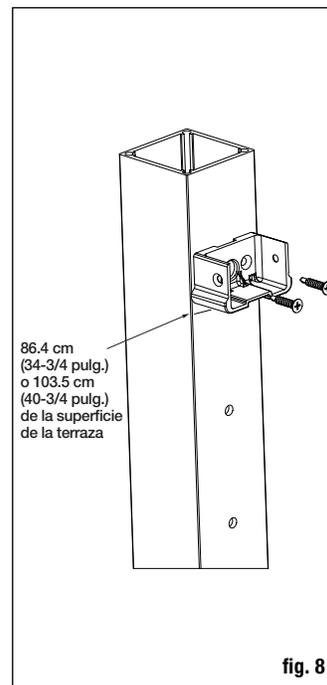
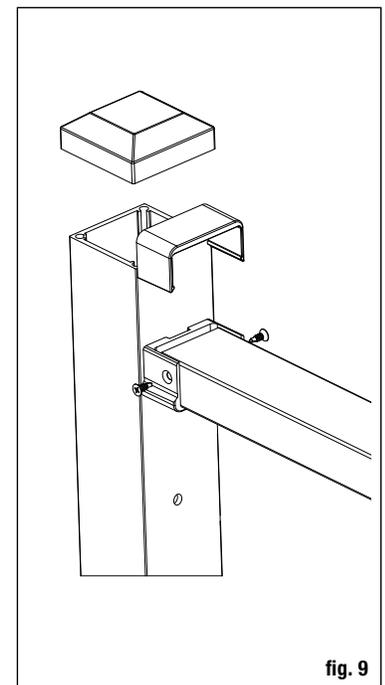

fig. 8
fig. 9
**Paso 7** Mida una altura de 86.4 cm (34-3/4 pulg.) (para barandal de 91 cm (36 pulg.)) o de 103.5 cm (40-3/4 pulg.) (para barandal de 107 cm (42 pulg.)) desde la superficie de la terraza y haga una marca en el poste. Coloque la base del soporte superior sobre la marca, centrada en el poste como se muestra. Marque las ubicaciones de los dos agujeros. Taladre agujeros guía en esas ubicaciones con una broca de 3 mm (1/8 pulg.) Fije la base del soporte con (2) tornillos para soporte de poste #10 x 2.5 cm (1 pulg.) (D). Repita con la otra base de soporte en el poste del extremo opuesto. *Consejo: use una extensión de punta para evitar dañar el barandal con el mandril del taladro. Instale todos los barandales antes de instalar el cable.* (fig. 8)
**Paso 8** Es necesario colocar un espaciador de cable (F) al menos cada 3 pies (se incluye 1 en el kit de 183 cm (6 pies), 2 en el kit de 244 cm (8 pies)). Fije los conectores del espaciador (G) a la parte inferior del barandal superior. Haga un agujero guía con una broca de 3 mm (1/8 pulg.). Fije los espaciadores a los conectores de espaciadores. Marque la ubicación del espaciador en la superficie de la terraza y fije el otro conector del espaciador a la terraza usando los tornillos #8 x 2.5 cm (1 pulg.) incluidos con el conector.
**Paso 9** Vuelva a colocar la sección de barandal sobre las bases de soporte instaladas de modo que los espaciadores de cable queden colocados sobre los conectores de espaciadores colocados previamente en la superficie de la terraza. Usando una punta de 3 mm (1/8 pulg.), taladre agujeros guía en los barandales a través de los agujeros laterales del soporte. Fije los barandales a las bases de soportes usando los (2) tornillos de soporte de barandal #8 x 1.3 cm (1/2 pulg.) (E) incluidos, como se muestra. Coloque las tapas de soporte sobre las bases, como se muestra (fig. 9).